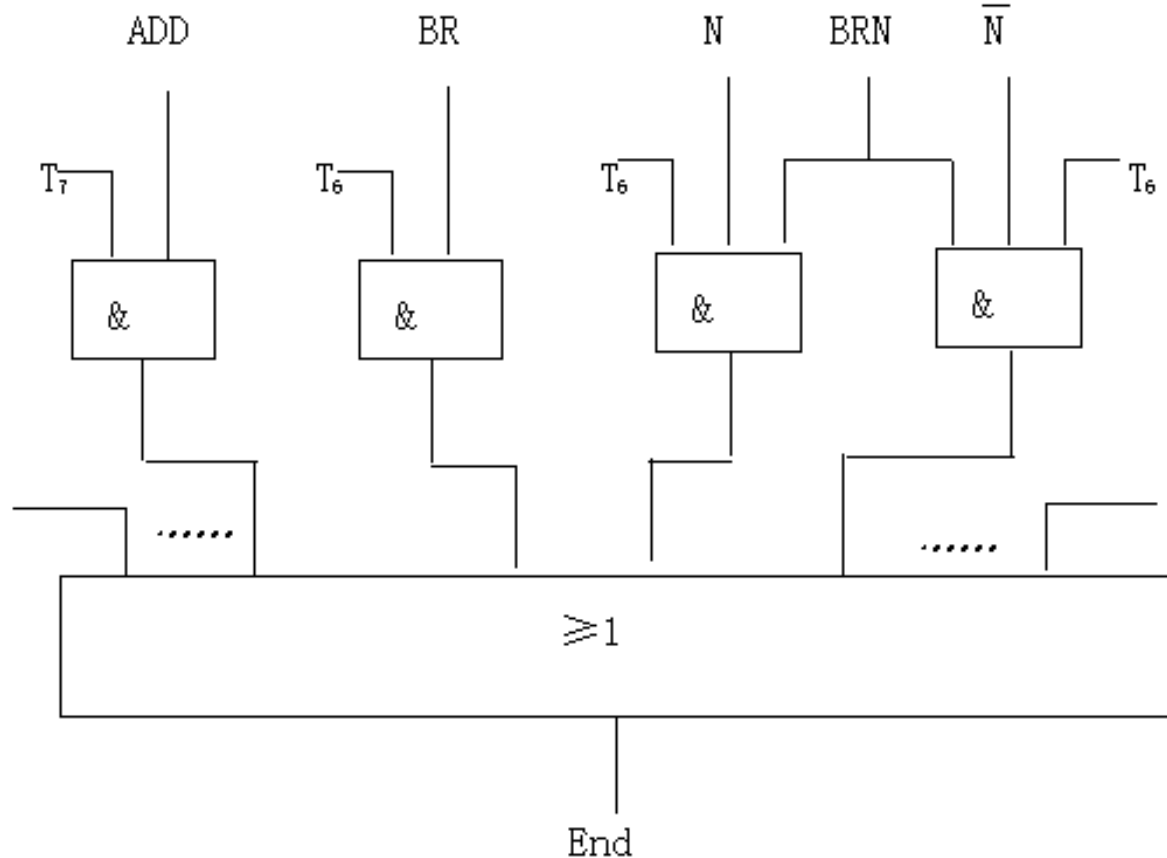

图7.13 End信号的产生
- ◆ 图7.13给出了End控制信号产生电路，其逻辑功能：